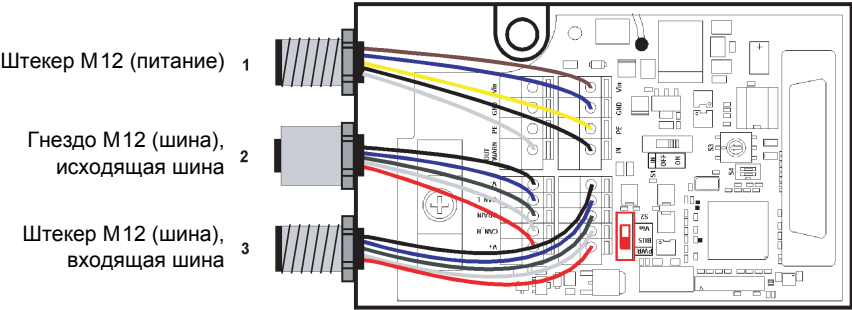

Рис. 9.5: Монтаж и подключение опциональных штекерных разъемов M12
- 5. Подключить кабели согласно рис. 9.5 и Таблица 9.2.